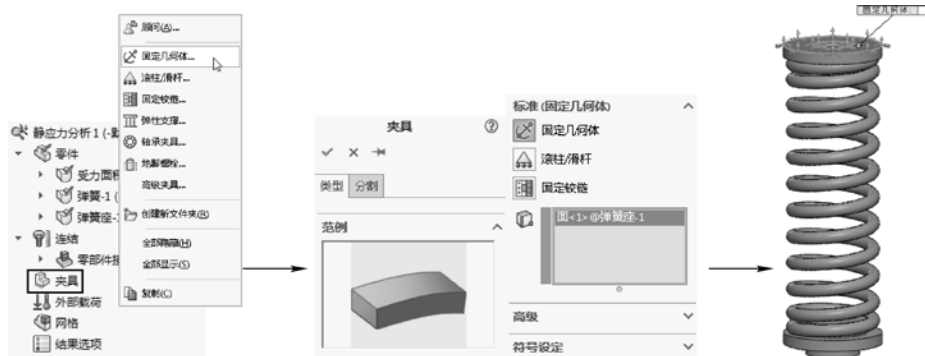

图 10-16 固定几何体
STEP 4 右键单击算例树中的“夹具”项，在弹出的快捷菜单中选择“固定几何体”菜单选项，打开“夹具”属性管理器，选择装配体的上边的模型面为固定面，单击“确定”按钮，将此面完全固定，如图 10-16 所示。